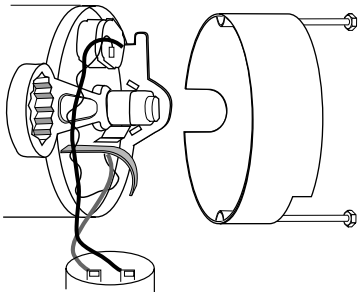

Figura 7
7. Deslice una llave de extremo abierto de 7/16" detrás del interruptor a resorte en el extremo del motor en el eje; sostenga el eje del motor con la llave en los filos del eje y destornille el impulsor haciéndolo girar en dirección opuesta a las agujas del reloj cuando se mira hacia el ojo del impulsor (ver figura 7).